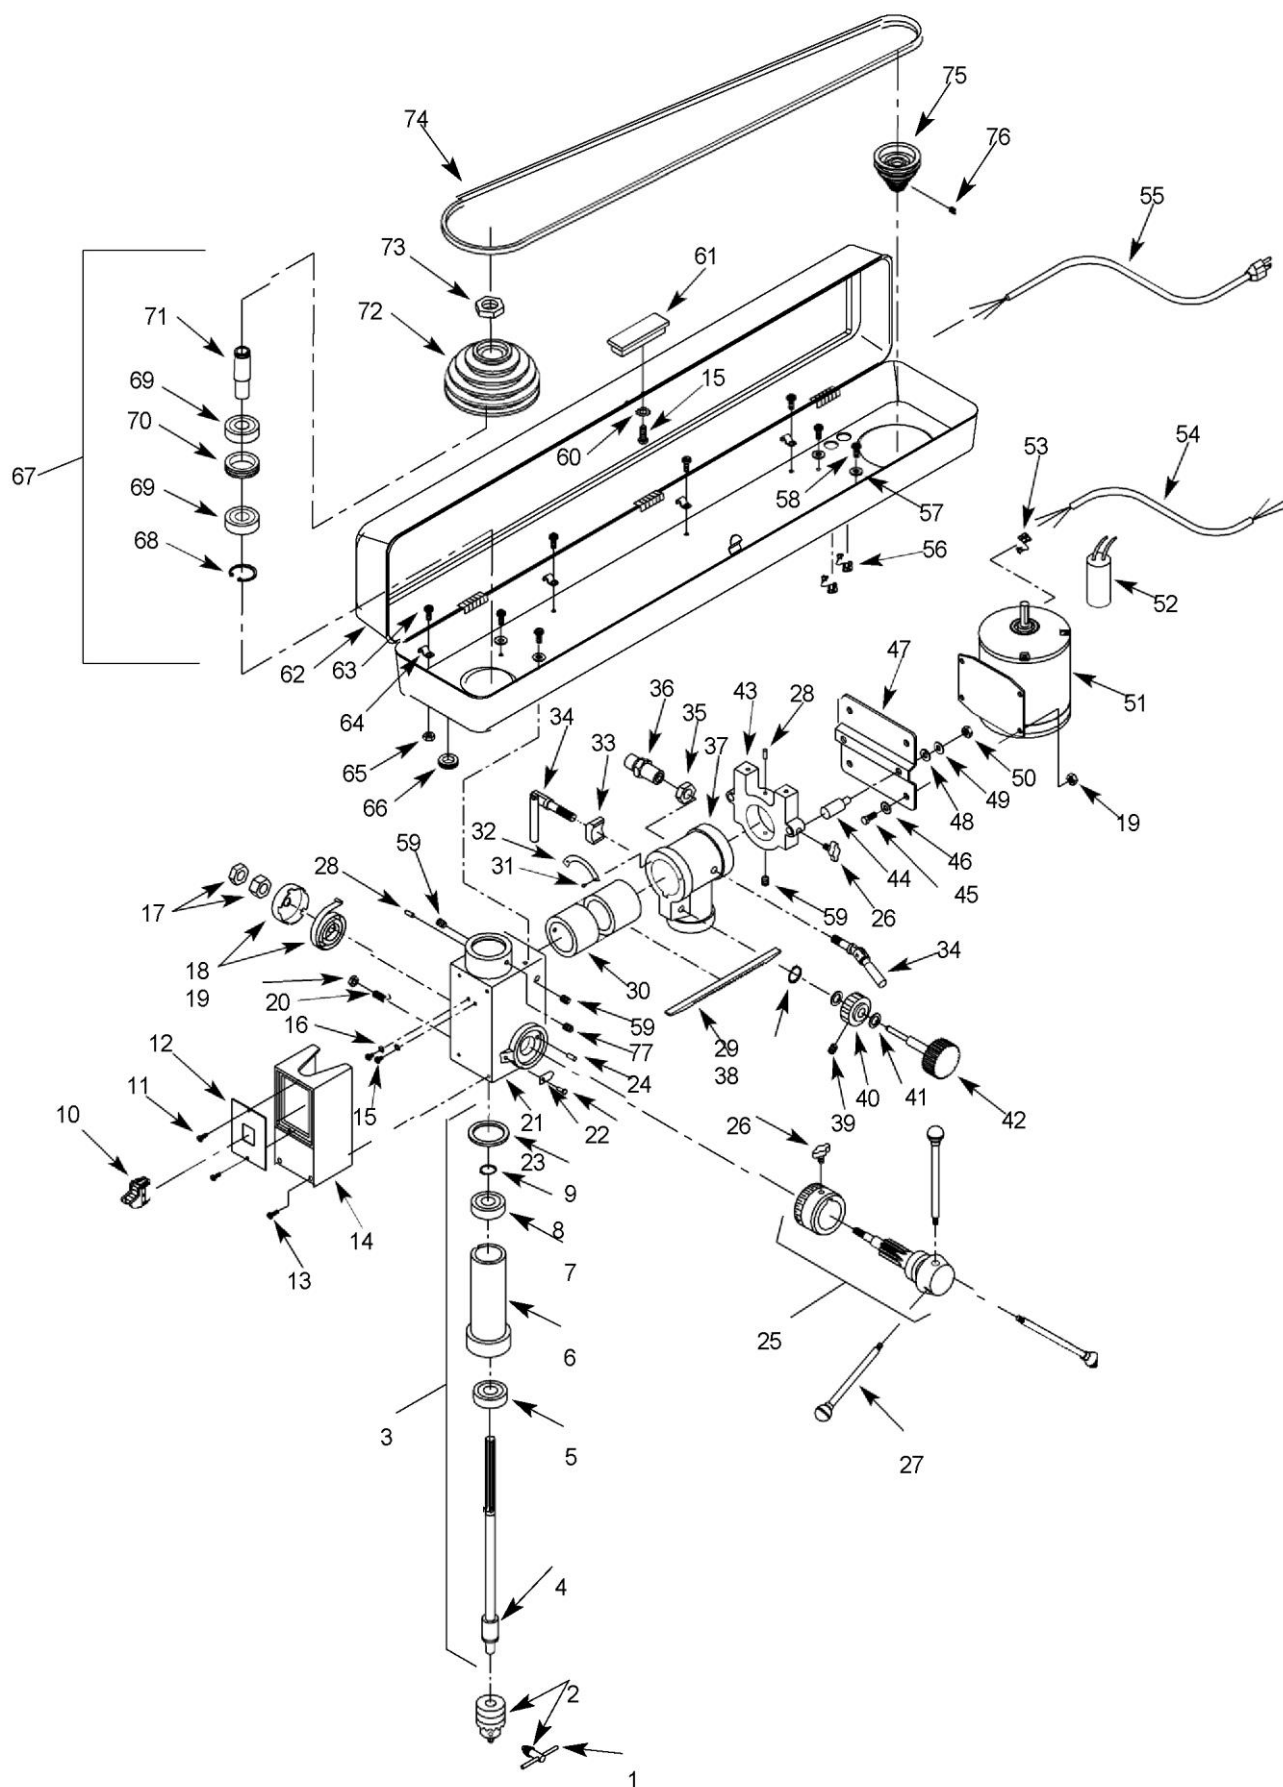

Рис. 25 — Иллюстрация запасных деталей для головки
- Опустите узел шпинделя (рис. 25, №3) вниз до конца.
- Нанесите смазку внутри отверстия шкива шпинделя (рис. 25, №72).
- Нанесите смазку на рейку (зубья) на пиноли (рис. 25, №6), опущенной ниже сверлильной головки.